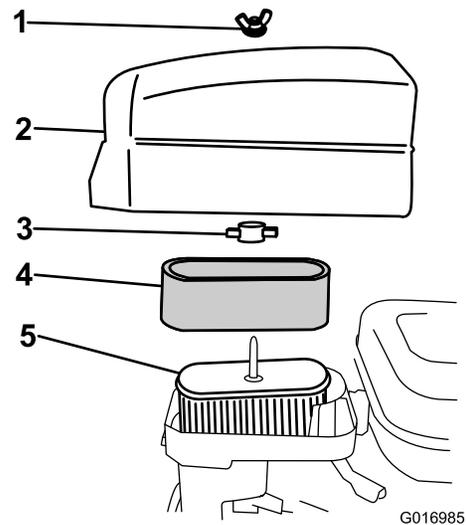

図 29
4. スポンジエレメントを点検し、汚れていればペーパーエレメント(図 29)から外して以下の方法で十分に洗浄する: